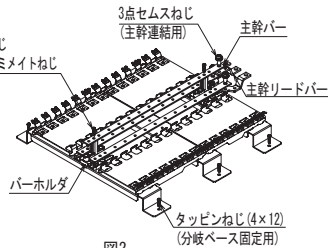

図2
3. 主幹バーの取付け (図2)
4. 分岐ベースの取付け (図2)
5. 主幹リードバーの取付け (図2)